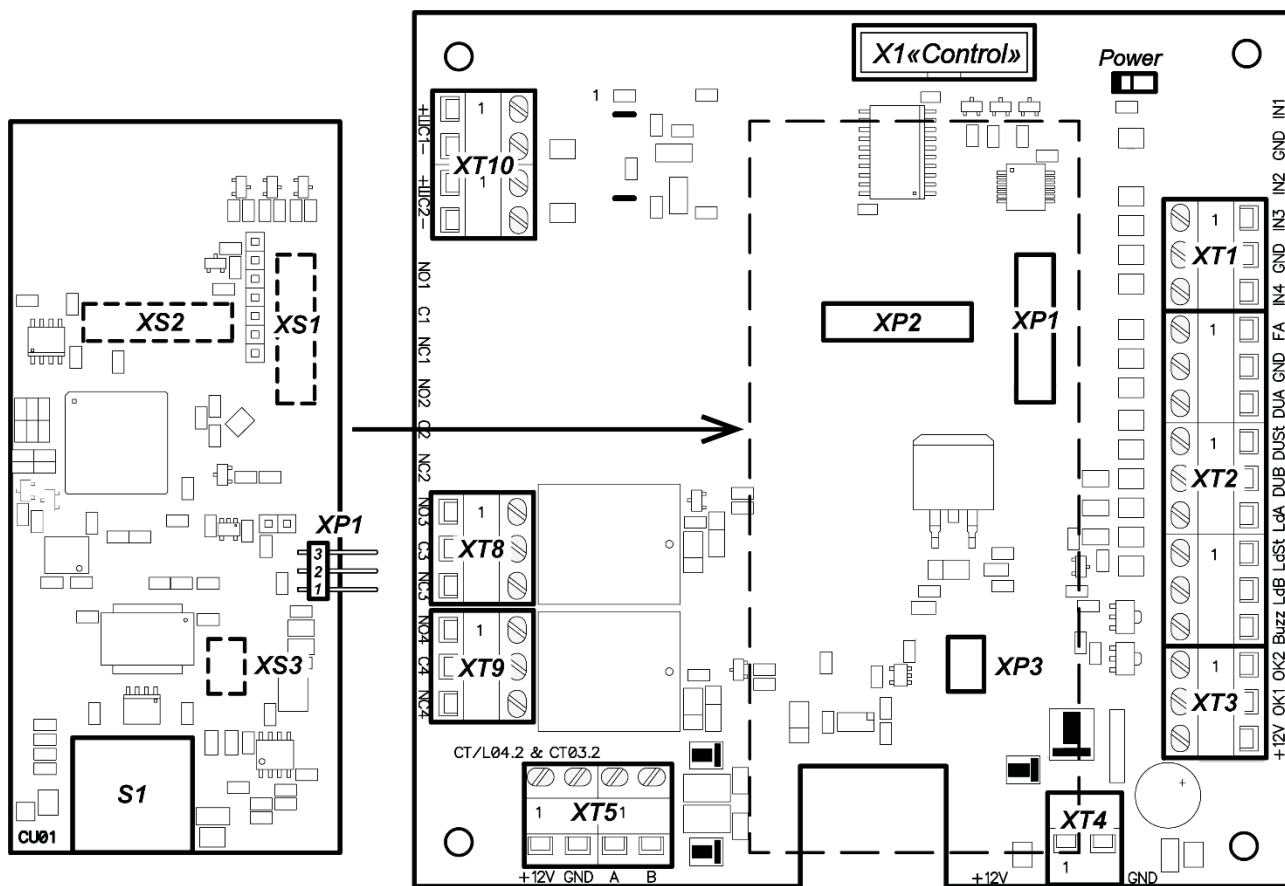

Рисунок 6. Внешний вид верхней и нижней плат контроллера
Внешний вид плат контроллера показан на рис. 6. На рисунке обозначены разъемы и клеммные колодки для конфигурации ЭП и подключения внешних связей.
**Таблица 1. Назначение разъемов контроллера и их контактов (см. рис. 6)**